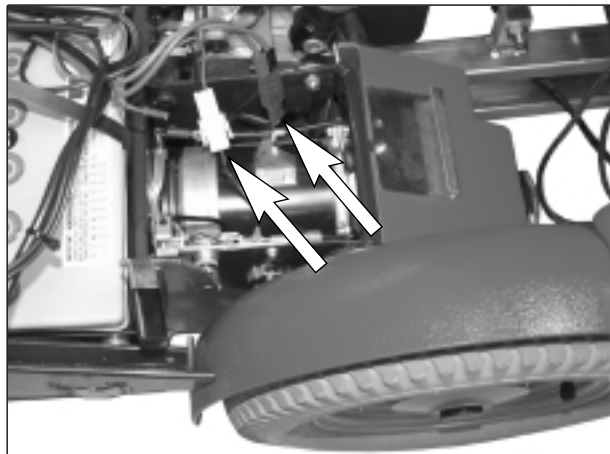

Abb. 26. Anschlusskabel Magnetbremse
6. Lösen Sie die Anschlusskabel des Motors und der Magnetbremse, siehe Abb. 26.